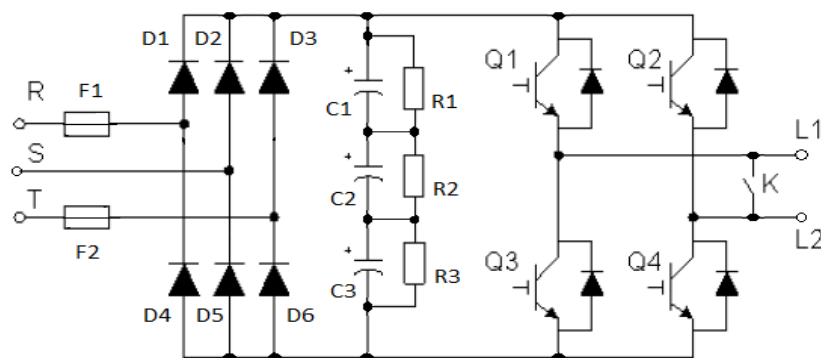

Рис. 6.1 - Схема силовой ячейки с байпасом
Для реализации функции байпаса силовой ячейки каждая силовая ячейка оснащается дополнительной цепью шунтирования (K) на базе IGBT-транзисторов или внешним контактором (рис. 6.1). Шунтирование проводится без прерывания работы преобразователя частоты, при этом на дисплей панели управления выводится сообщение об активации режима байпасирования силовой ячейки.